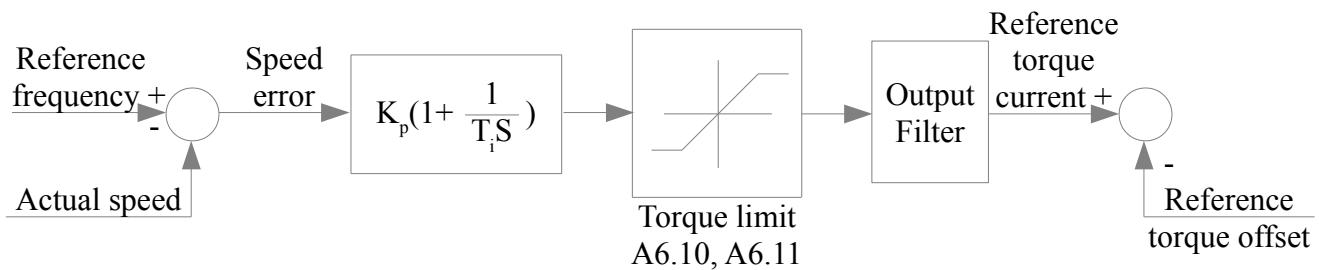

Рис. 6-13 Регулятор скорости
- Схематично регулятор скорости (ASR) изображен на рис. 6-13. На рисунке  $K_p$  - пропорционально усилию P.  $T_I$  - интеграл времени I. Когда время интегрирования установлено на 0 (A5.02 = 0 , A5.05 = 0), то интеграл является недействительным и контур скорости — это просто пропорциональный регулятор.